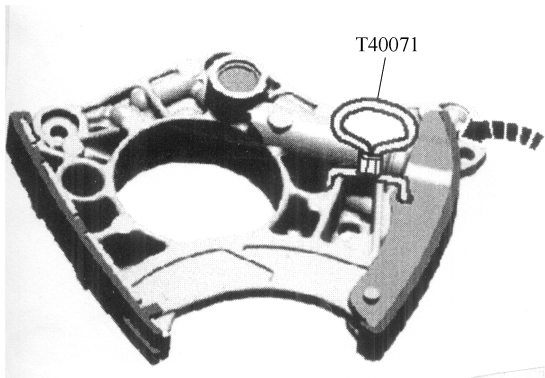

图 1-3-75 将左右侧凸轮轴正时链链条张紧器的滑轨向内按压直至极限位置并用定位销 T40071 卡住链条张紧器
(1) 如图 1-3-75 所示,将左右侧凸轮轴正时链链条张紧器的滑轨向内按压(如箭头所示)直至极限位置,用定位销 T40071 卡住链条张紧器。